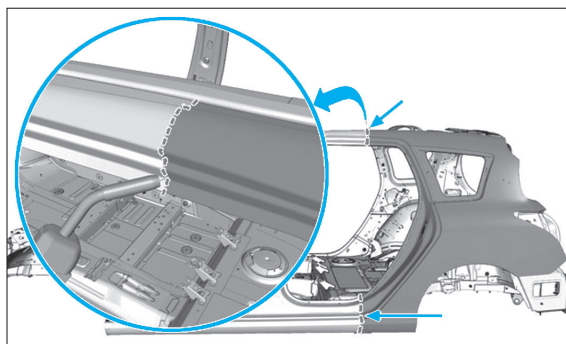

FIG. 179
- Souder par cordon MAG les lignes de coupe (Fig.179).